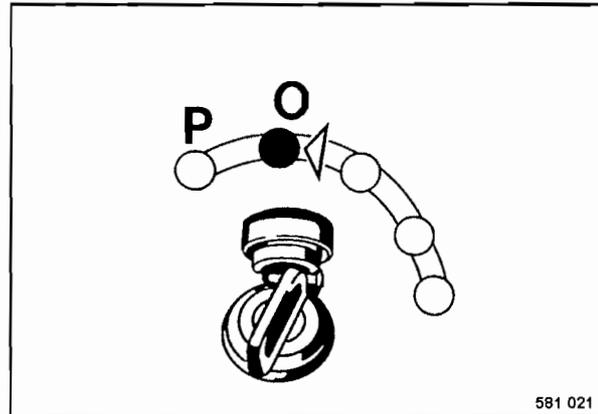

Fig. 41
- Colocar el interruptor de encendido y arranque (Fig. 41) en posición "0" ó "P" y extraer la llave de encendido.